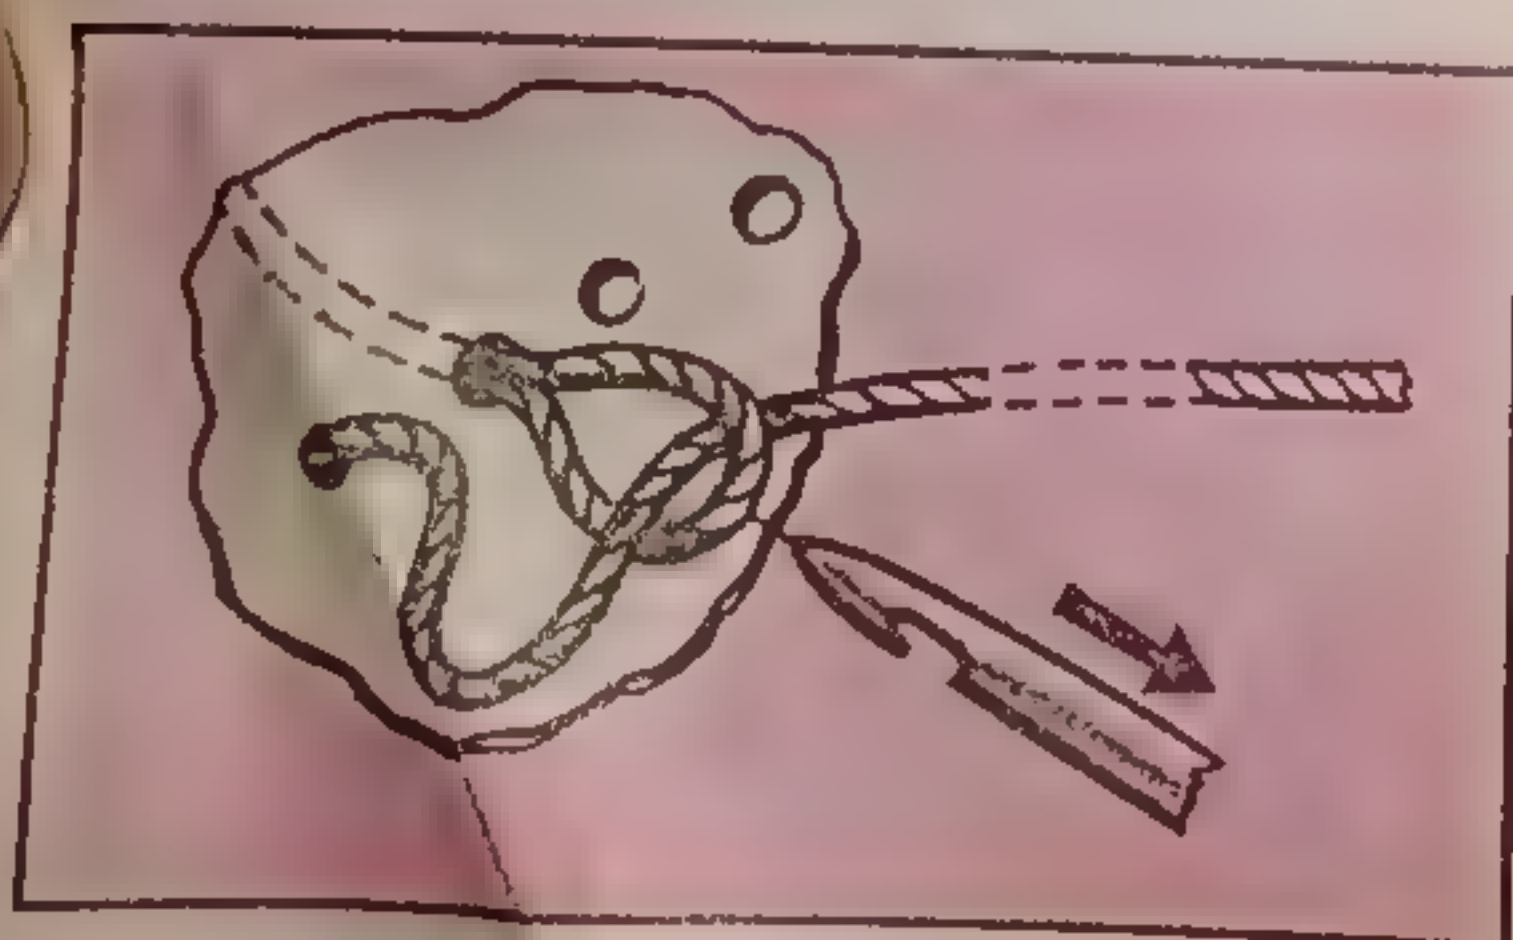
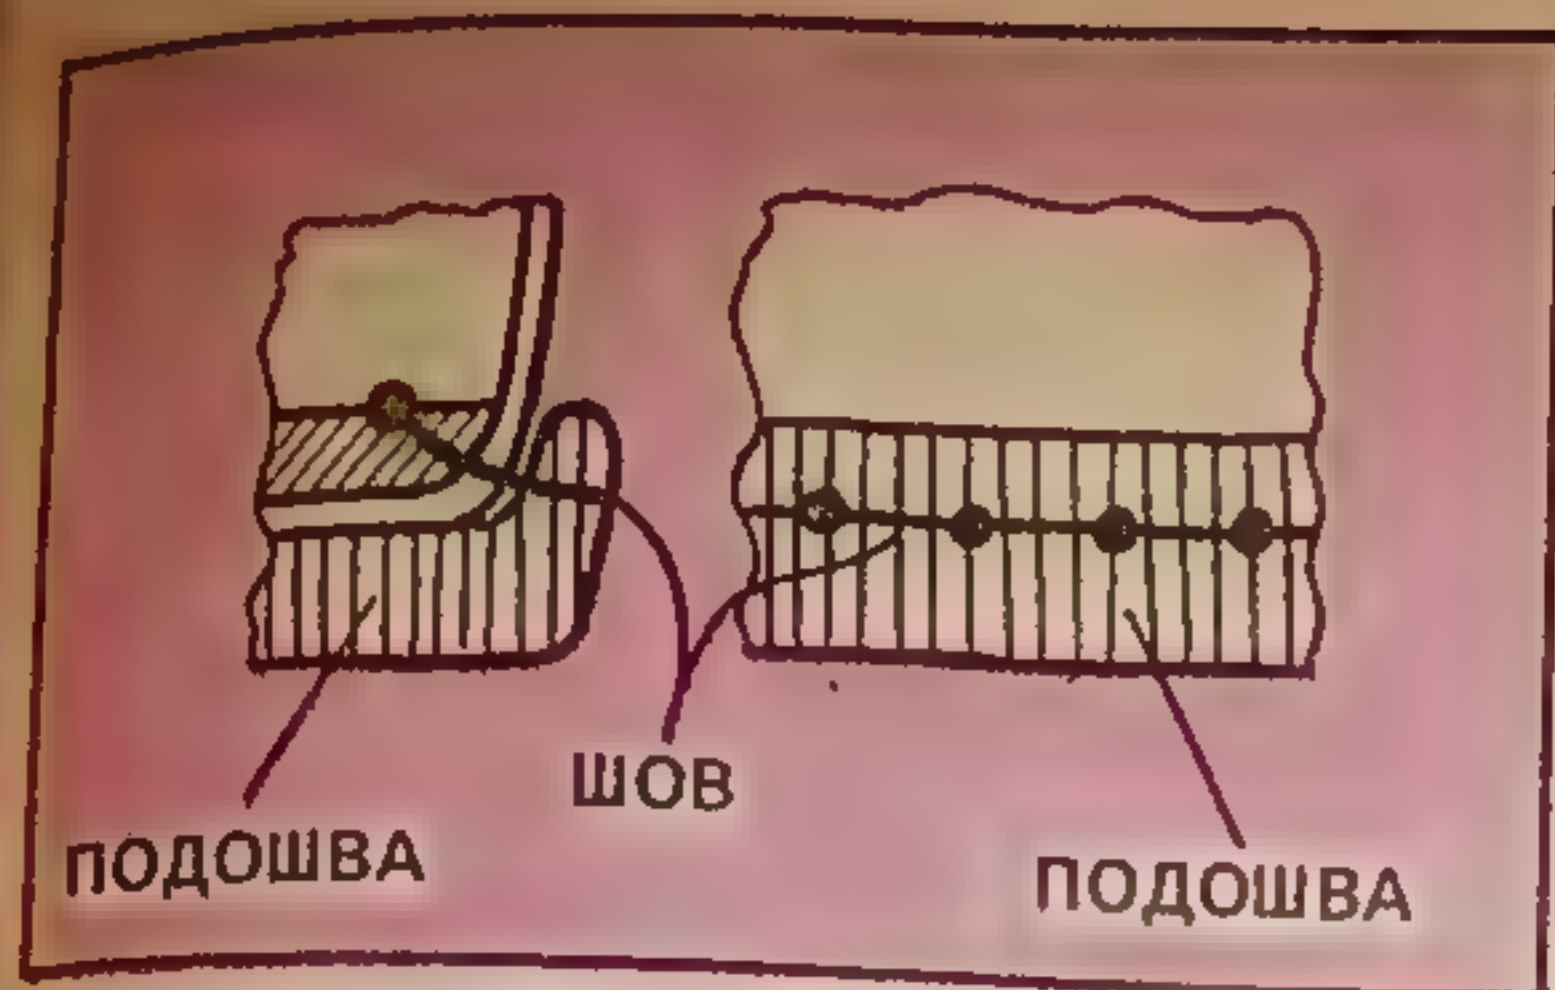

Рис. 7
Рис. 10
1. Разошелся шов верха обуви. Там, где удобно, подобный дефект можно устранить с помощью обычной иглы и нитки. В неудобных местах ремонт производят, применяя специальный крючок (см. рис.5,а). Шьют крючком так. Вводят крючок снаружи (если надо, отверстие укрупняют подходящим шилом). Указательным пальцем левой руки накидывают нить изнутри на крючок. Извлекают крючком один конец нити наружу. Вводят крючок во второе отверстие. Заводят нить в крючок и выводят ее наружу в виде петли (рис.7). Вводят конец наружной
Если ремонтируемая полиуретановая подошва имеет заходящий на верх край (рис.10), то ее можно отремонтировать следующим образом. Место склеивания очищают от грязи и тщательно обезжиривают чистым бензином, наносят слой клея 88Н на кожу верха и подошву в месте склеивания. После выдержки 10—15 мин прижимают подошву к верху. Затем пришивают (в месте склеивания) подошву к верху дратвой, натертой сапожным варом. Шьют с помощью сапожного крючка и шила так, как это показано на рис.7. Шов должен идти на 4—5 мм от верхнего обреза подошвы.